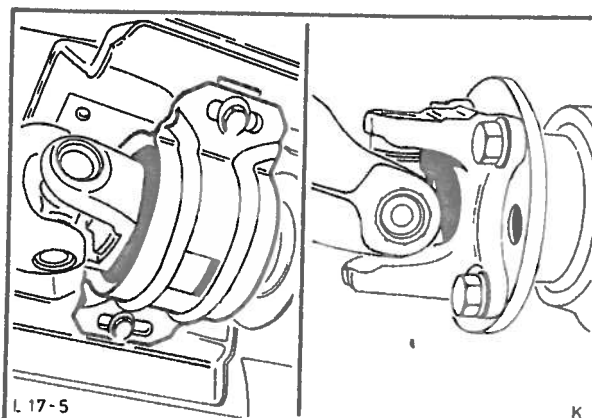

Fig. 24 Mellomakselens midtre opphengslager og bakakselflens.
21. Ta vekk beskyttelseslokket fra gearkassens forlengelseshus og sett inn den komplette mellomakselen. Monter det midtre opphengslageret og shims løst til gulvplaten. Fest mellomakselen til bakakselens flens og trekk til boltene med riktig moment (se tekniske data). Trekk deretter til det midtre opphengslageret slik at det står parallelt med mellomakselen (se tekniske data for riktig moment), fig. 24.